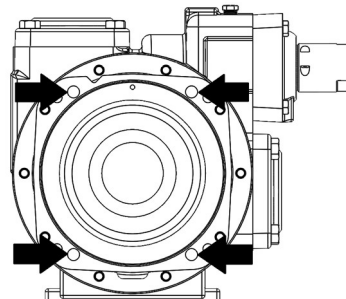

Figura 14 – Zone lavorate di riferimento dell'alloggiamento magnete
15. Allineare il blocco del magnete condotto (53) con l'alloggiamento del magnete (57). Assicurarsi che le viti di installazione dell'alloggiamento dei cuscinetti siano a contatto con le quattro pastiglie lavorate incassate di riferimento. Vedere Figura 14.